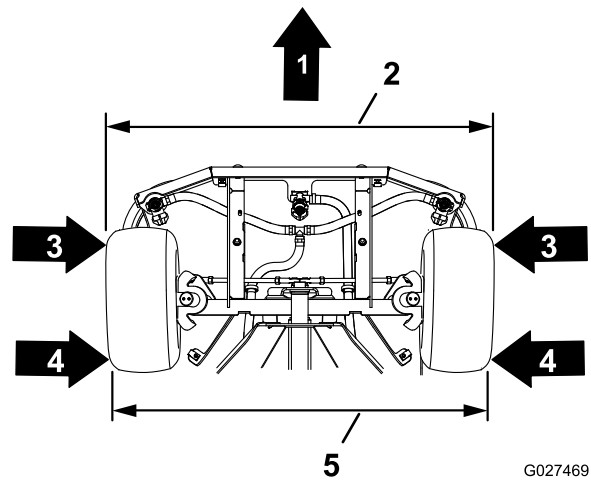

Figura 81
4. Mida la distancia entre las 2 caras delanteras de las ruedas delanteras, según se muestra en Figura 81.
5. Mida la distancia entre las 2 caras traseras de las ruedas delanteras, según se muestra en Figura 81.